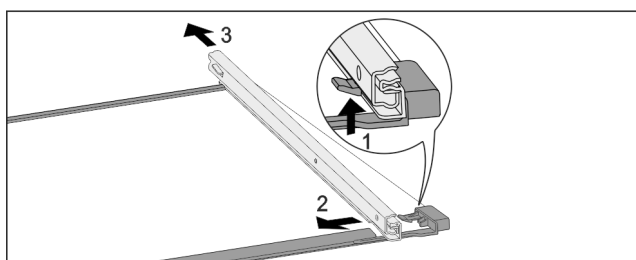

Fig. 180 Placa de sticlă cu șine
- Apăsați în sus cârligul de blocare frontal. Fig. 180 (1)
- Îndepărtați șinele de extragere prin împingere în lateral Fig. 180 (2) și spre spate Fig. 180 (3).